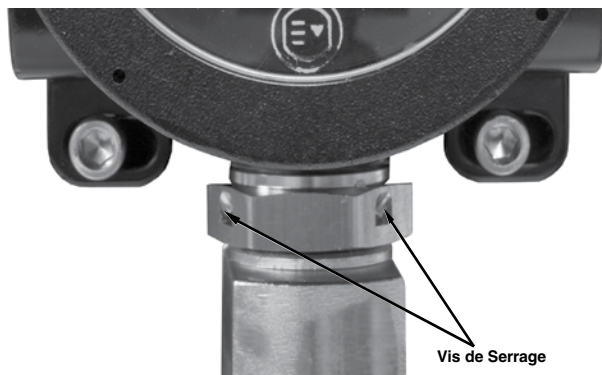

Figure 6—Localisation de l'Ecrou de Blocage et des Vis de Serrage (Modèles M25 Uniquement)
3. Serrer les vis (2 au minimum) pour éviter tout mouvement à l'écrou de blocage. Voir Figure 6.